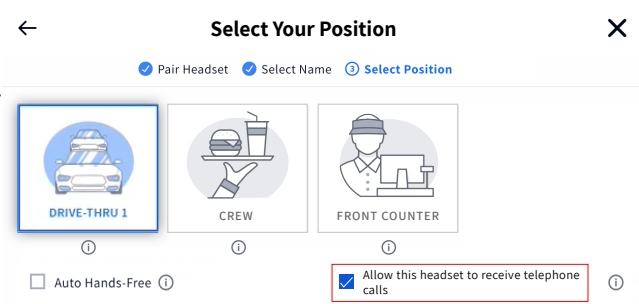

Fig. 12.5
4. Lorsque la boîte de dialogue Sélectionnez votre Position apparaît, sélectionnez une position et cochez la case correspondante : Autorisez le casque à recevoir des appels téléphoniques. Voir la figure 12.5. (Étant donné qu'un seul casque peut être désigné pour recevoir des appels téléphoniques, le fait de cocher la case fait sortir de ce mode tout casque précédemment attribué).